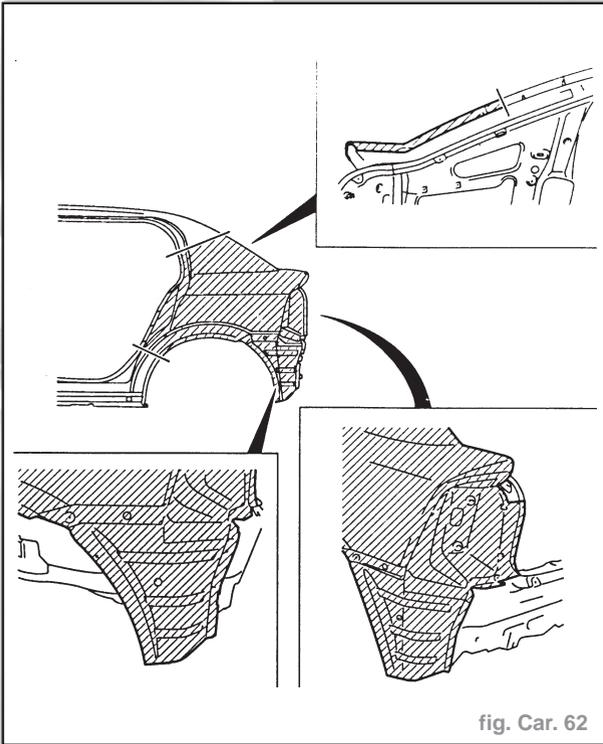

fig. Car. 62
- Déposer les pièces rapportées. Séparer le panneau latéral. Tenir compte de la dimension de la pièce neuve (fig. Car. 62).